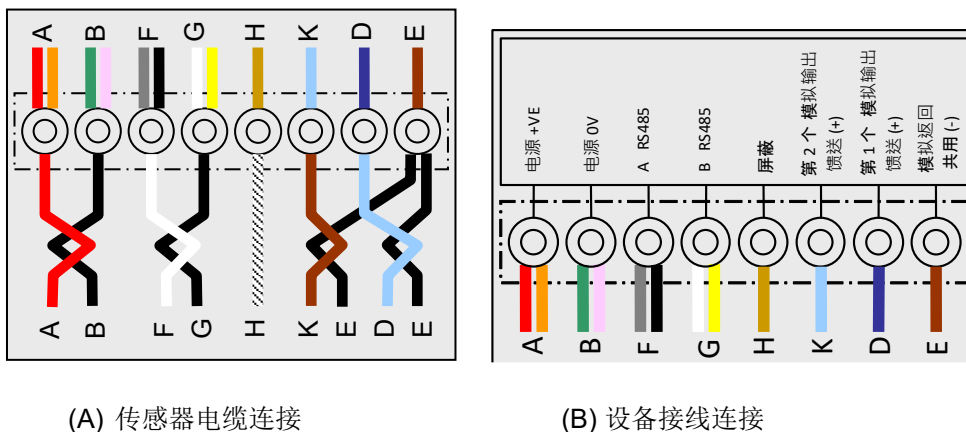

图 8：接线图
- 按照旋转接头的示意图连接到端子（请参见图 8）。
- 通过外壳电缆密封套引入设备电缆，并截成所需长度。按照盖子的示意图将设备电缆连接至固定接线盒（请参见图 8）。从集电环子总成连接可拆卸式接线盒插头。
- 通过外壳电缆密封套引入设备电缆，并截成所需长度。按照盖子的示意图将设备电缆连接至固定接线盒（请参见图 8）。